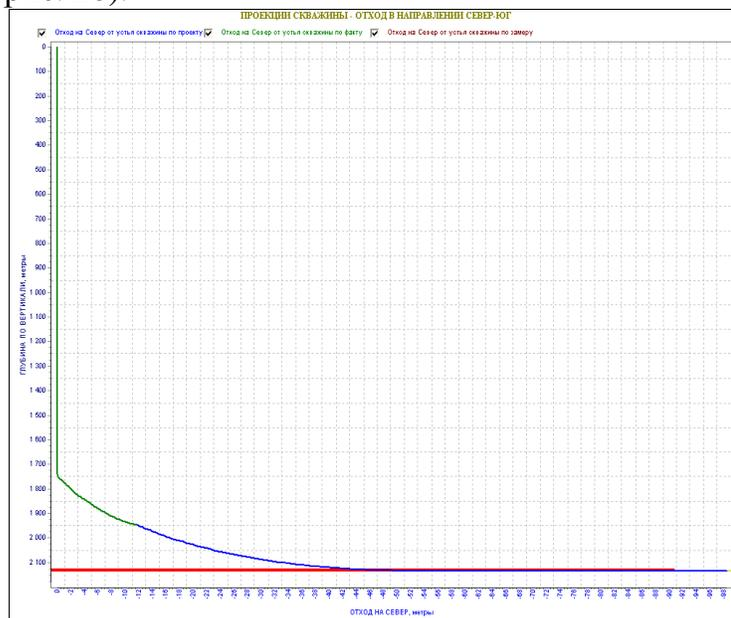

Рис. 28. Отход скважины от вертикали по направлению Север-Юг.
– вызов проекции отхода по направлению Восток-Запад (рис. 28).
Проекция в направлении Север-Юг – проекция отхода в горизонтальной плоскости (см. рис. 28).